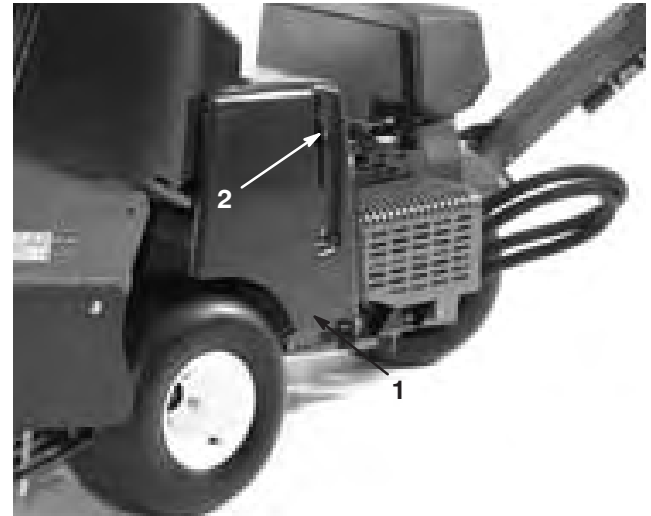

Bild 8
1. Setzen Sie eine 1/4 x 1 Zoll Kopfschraube in die Hebelklinke der Riemenabdeckung ein und befestigen Sie sie mit einer 1/4 Sicherungsmutter (Bild 8 & 9).